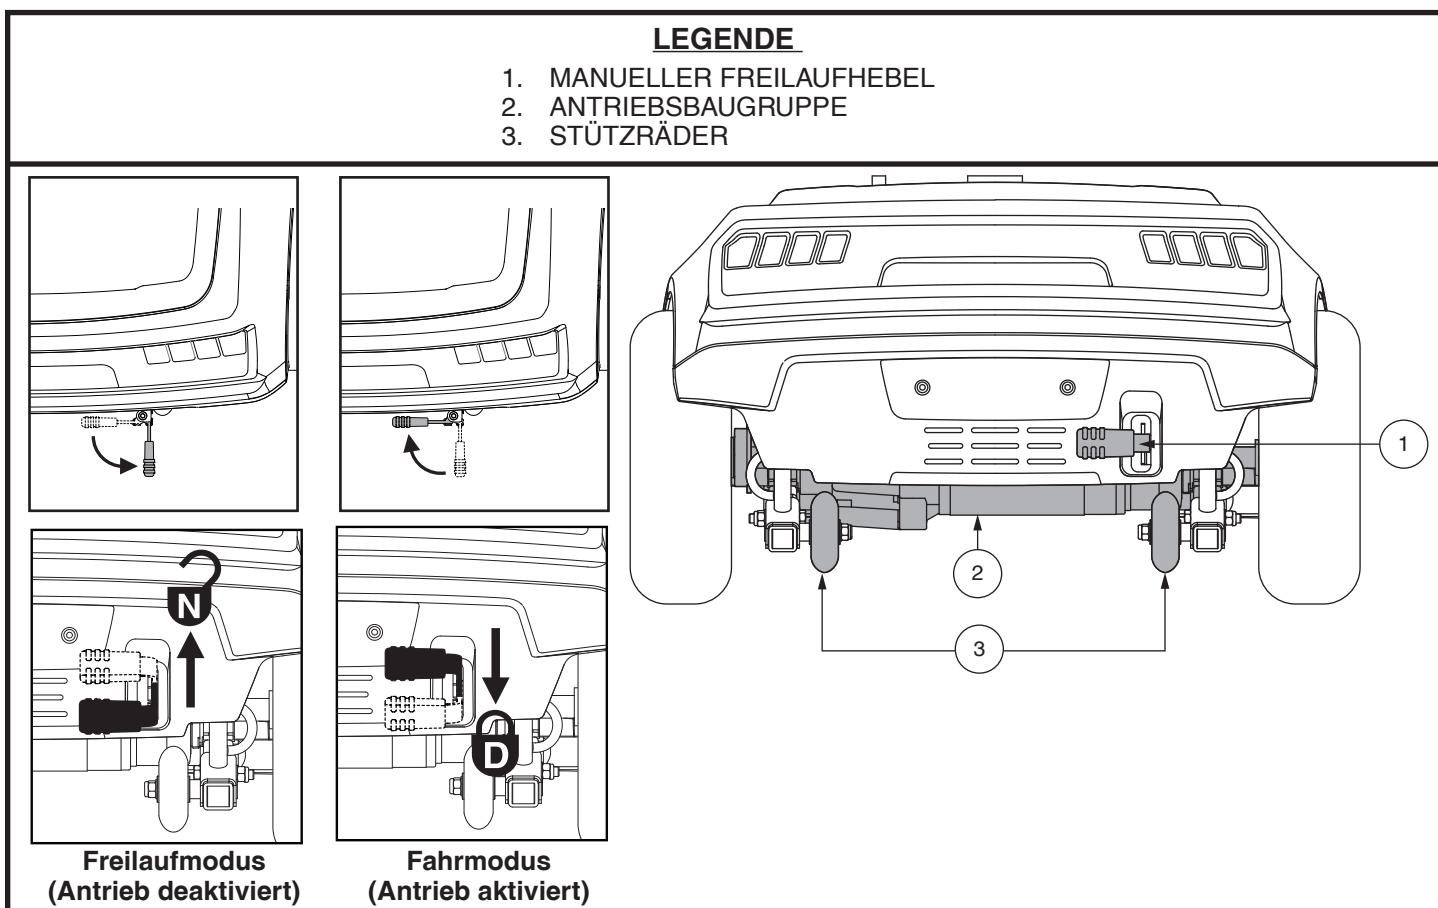

Abb. 2. Heckteil
2. Klappen Sie den Freilaufhebel um und strecken Sie ihn vom Roller weg. Siehe Abbildung 2.